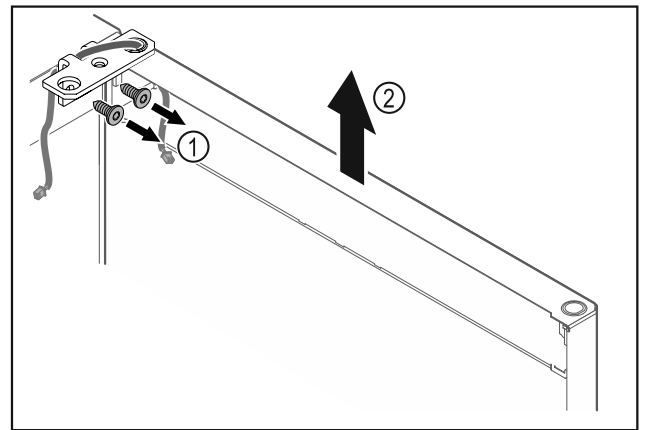

Fig. 15
- ▶ 拧下合页角铁 Fig. 15 (1)。
- ▶ 将冰箱门连同合页角铁一起笔直向上提升 Fig. 15 (2) 大约 200 mm 并取下。